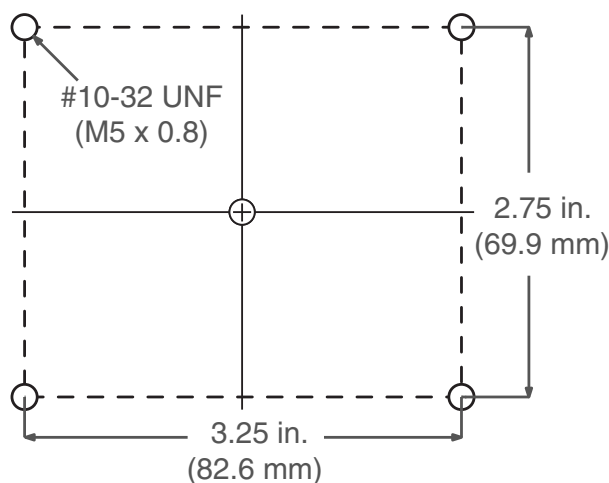

Fig. 37: CGM-monteringshål
4. Borra monteringshål enligt de monteringshålmått som anges i Fig. 37.